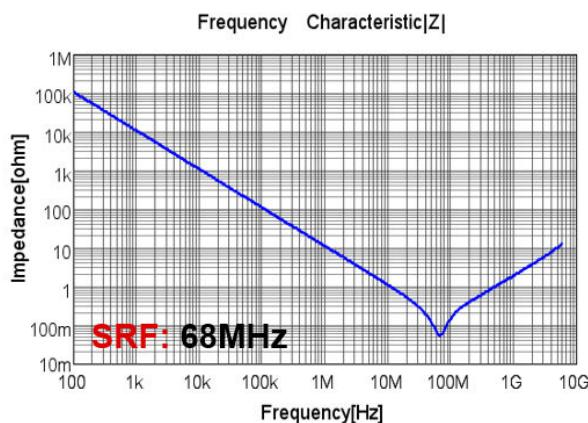

図 2-9. 0402 15nF — インピーダンスと周波数との関係
- 高周波デカップリング・コンデンサは、入力ピンおよび出力ピンにできる限り近づけて配置する必要があります。0402 コンデンサのケースサイズは、64MHz の基本スイッチング周波数で低インピーダンスを実現するために、最小の ESL (等価直列インダクタンス) と最高の自己共振周波数 (SRF) を実現します。最小のインピーダンスを実現するため、15nF の値を選択しました。**図 2-9** に、インピーダンスと周波数の関係のプロットを示します。